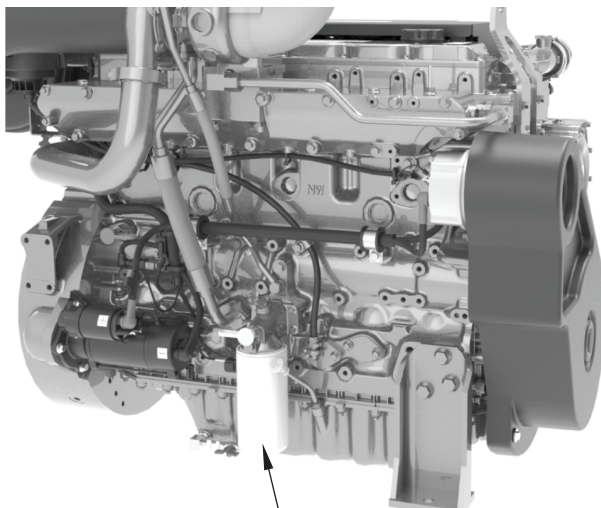
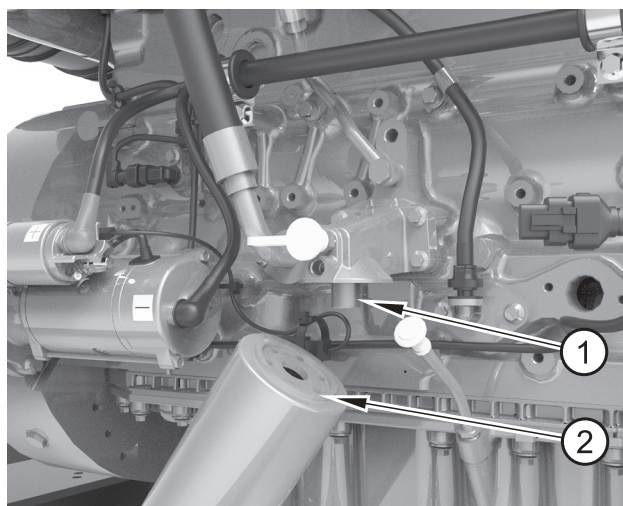

Figura 31
Figura 32
2. Retire el cartucho del filtro (figura 31, elemento 1) con una llave de correa o una herramienta similar. Asegúrese de que el adaptador (figura 32, elemento 1) esté bien colocado en el cabezal del filtro. A continuación, deseche el cartucho.